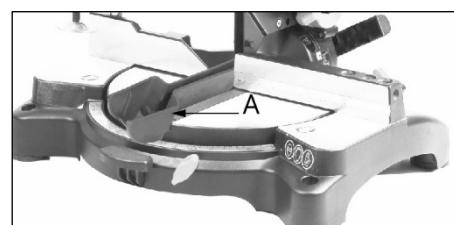

Рисунок 12.
*При работе на верхнем столе необходимо установить нижний защитный кожух **A** (рис. 12).*